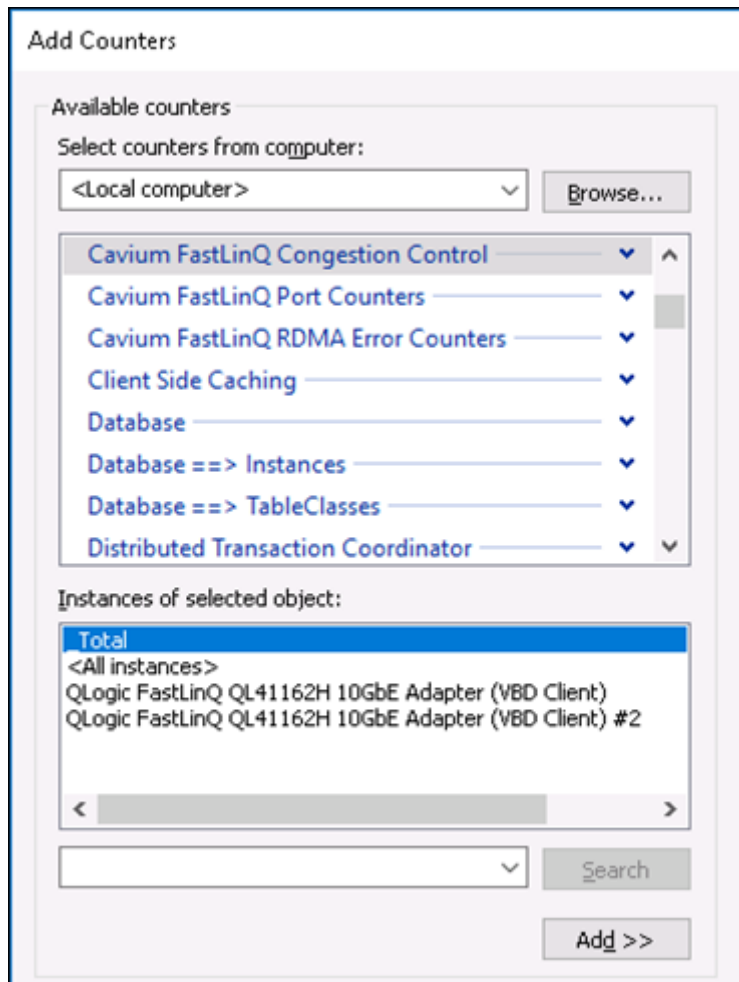

Ilustración 7-2. Cuadro de diálogo Add Counters (Agregar contadores)
2. Abra el cuadro de diálogo Add Counters (Agregar contadores). La Ilustración 7-2 muestra un ejemplo.